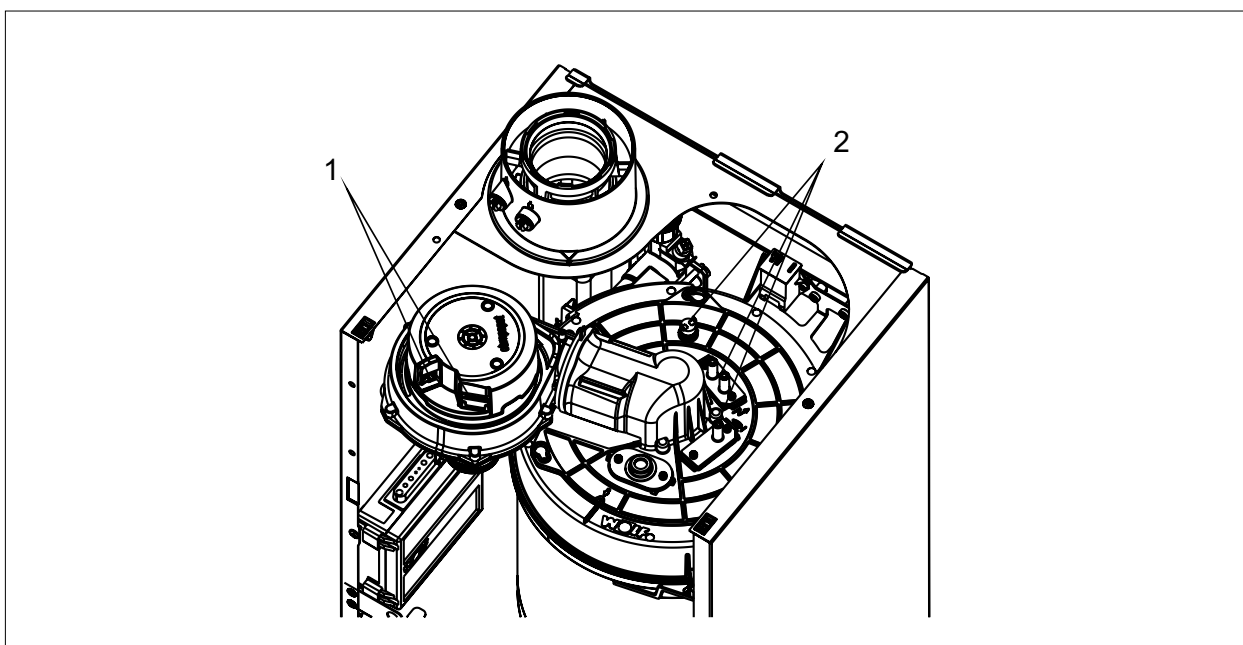

Рис. 5.7 Отключение соединительного кабеля крышки камеры сгорания
- ▶ Проверить уплотнение (1) на наличие повреждений и при необходимости заменить.
- ▶ Установить крышку (4) на камеру сгорания.
- ▶ Установить новое газовое уплотнение (2) и затянуть накидную гайку.
- ▶ Подключить разъем запального и ионизационного электрода, предохранительный ограничитель температуры и вентилятор, см. Рис. 5.7.
- ▶ Закрепить крышку камеры сгорания винтами (3).